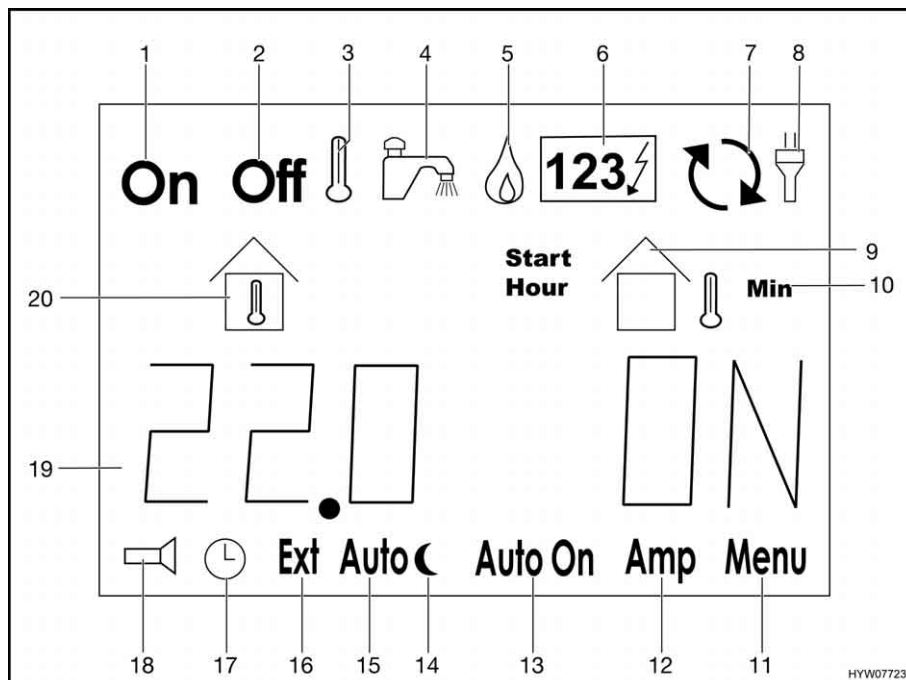

Fig. 159 Indicazioni sul display LCD
Nella riga informativa (Fig. 159,19) vengono indicati in forma testuale dati sulle temperature, tempi e stati di funzionamento oltre che alle segnalazioni di errore.
- Premere il tasto "▷" (Fig. 158,4) finché il simbolo "🔥" (Fig. 159,5) lampeggia.
- Premere il tasto "▷" (Fig. 158,4) finché il simbolo "1234" (Fig. 159,6) lampeggia.
- Premere il tasto "▷" (Fig. 158,4). Il simbolo "Off" (Fig. 159,2) lampeggia.
- Premere il tasto "+/On" (Fig. 158,3). Il simbolo "On" (Fig. 159,1) lampeggia. Il riscaldamento si avvia automaticamente.
- Premere il tasto "▷" (Fig. 158,4). Il simbolo "On" (Fig. 159,1) lampeggia.
- Premere il tasto "-/Off" (Fig. 158,5). Il simbolo "Off" (Fig. 159,2) lampeggia. Il riscaldamento si spegne.